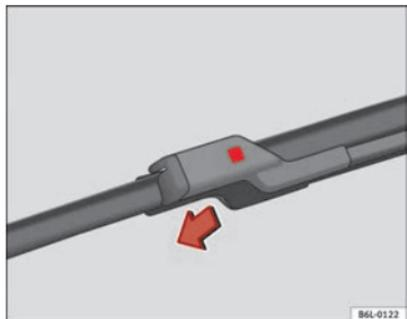

Fig. 138 Cambio escobilla limpiaparabrisas
- Oprima el botón de seguridad ⇒ fig. 138.